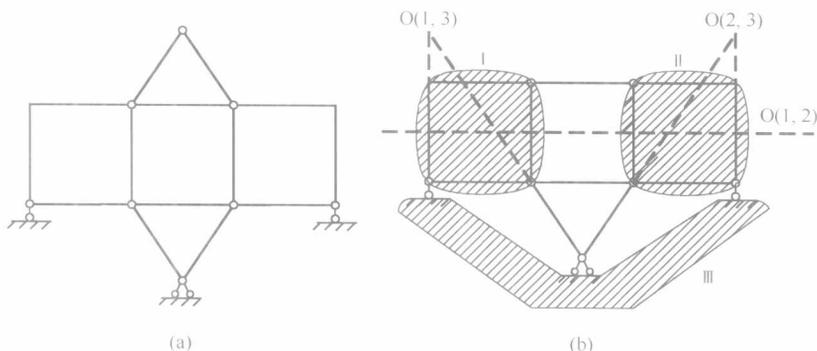

图 1.3-6
**【例 1-8】** 试分析图 1.3-6(a) 所示体系的几何组成。(8 分，北京交通大学，2002)
**解析：**去除体系上部的二元体。与大地相连的链杆超过 3 个，可将大地视作一个刚片，再去找寻其他刚片。选取刚片如图 1.3-6(b) 所示，则各刚片之间的联系均为虚铰。无穷远处的虚铰  $O(1, 2)$  平行于  $O(1, 3)$  和  $O(2, 3)$  之间的连线，因此，原体系为瞬变体系。